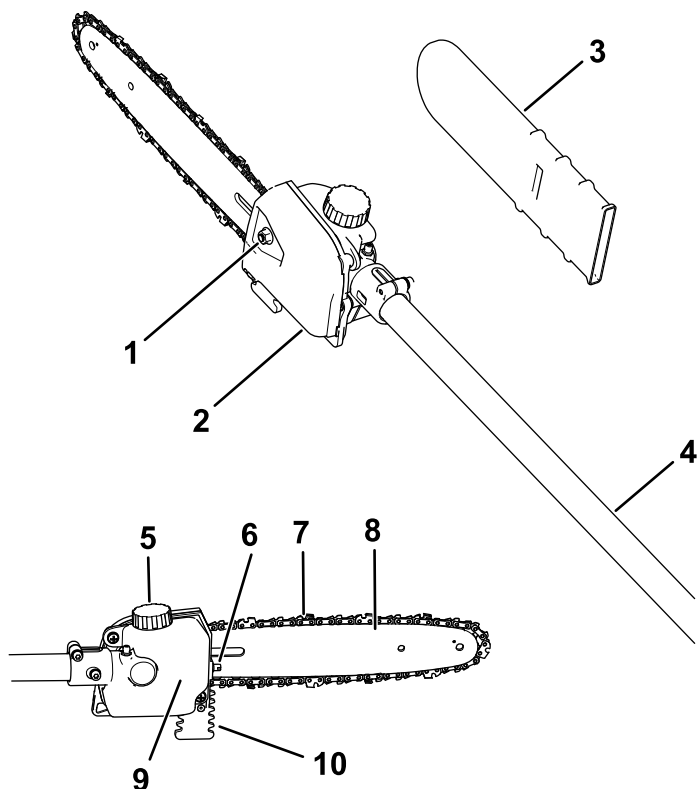

Figura 5
2. Afloje la maneta del conector de la barra (Figura 5).
3. Presione el botón de bloqueo hacia abajo y separe las dos barras (Figura 5).